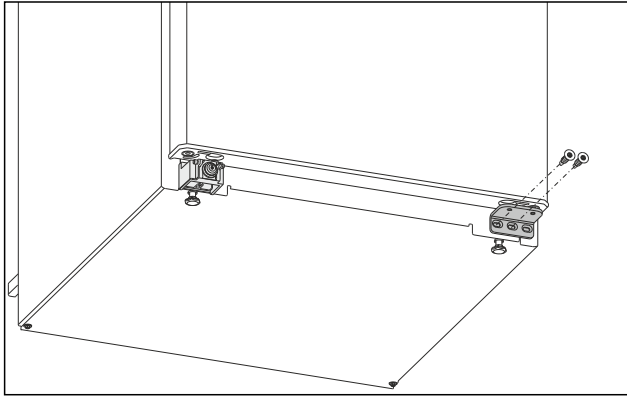

Fig. 6
- ▶ Am unteren Lagerbock die mittlere Schraube mit Schraubendreher Torx 20 herausdrehen. Fig. 6 ()
- ▶ Am unteren Lagerbock die innere Schraube mit Schraubendreher Torx 20 herausdrehen. Fig. 6 ()